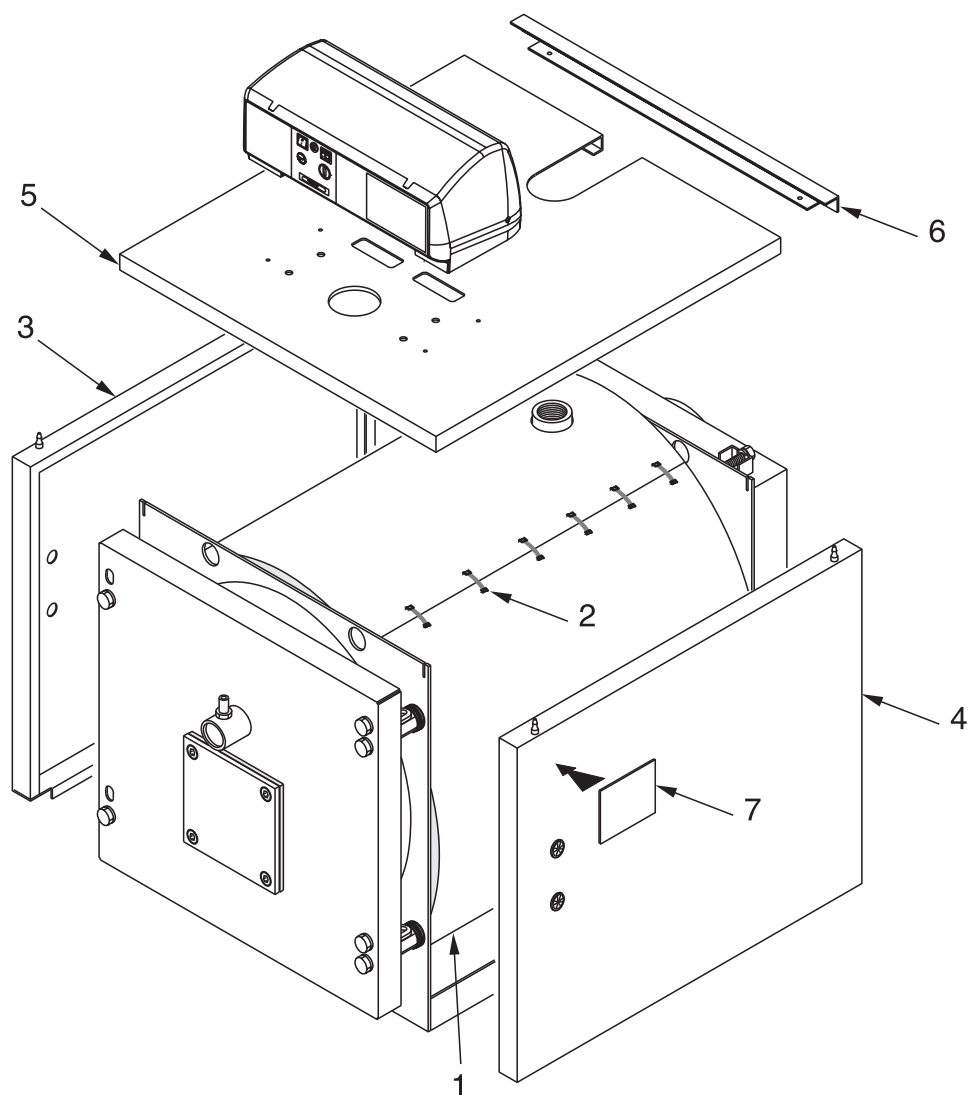

рис. 8
Линии подачи и обратки отопления должны подключаться к фитингам котла как указано на рис. 8.
N.B. Для моделей от **MD 64** до **MD 291** (см. рис. 8 и 9), обшивка и теплоизоляция находятся в одной упаковке маркированной:
Последовательность монтажа (см. рис. 8 и 9)